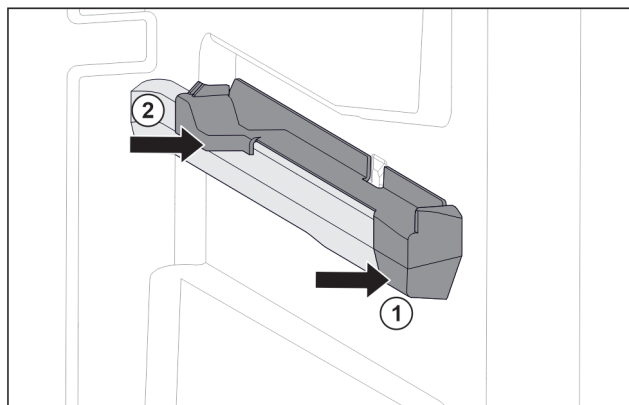

Fig. 34 Élément emboîtable sur la nervure de récipient droite
- Poser le devant de l'élément emboîtable contre la nervure de récipient. Fig. 34 (1)
- Enfoncer l'arrière de l'élément emboîtable. Fig. 34 (2)